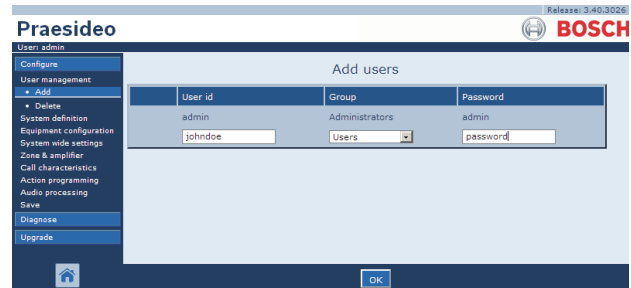

abbildung 42.3: Neuen Benutzer definieren, Schritt 2-4
- 2 Geben Sie die Benutzererkennung im Feld *User id* ein. Dieses Kennwort kann bis zu 16 Zeichen lang sein. Beispiel: *john doe* (siehe *abbildung 42.3*).
- 4 Geben Sie das Kennwort des neuen Benutzers im Feld *Password* ein. Dieses Kennwort kann bis zu 16 Zeichen lang sein. Beispiel: *Kennwort* (siehe *abbildung 42.3*).